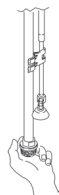

Abb. 10
9. Den Einlassfilter entfernen und auf Verstopfungen und Schmutz überprüfen (Abb. 10).